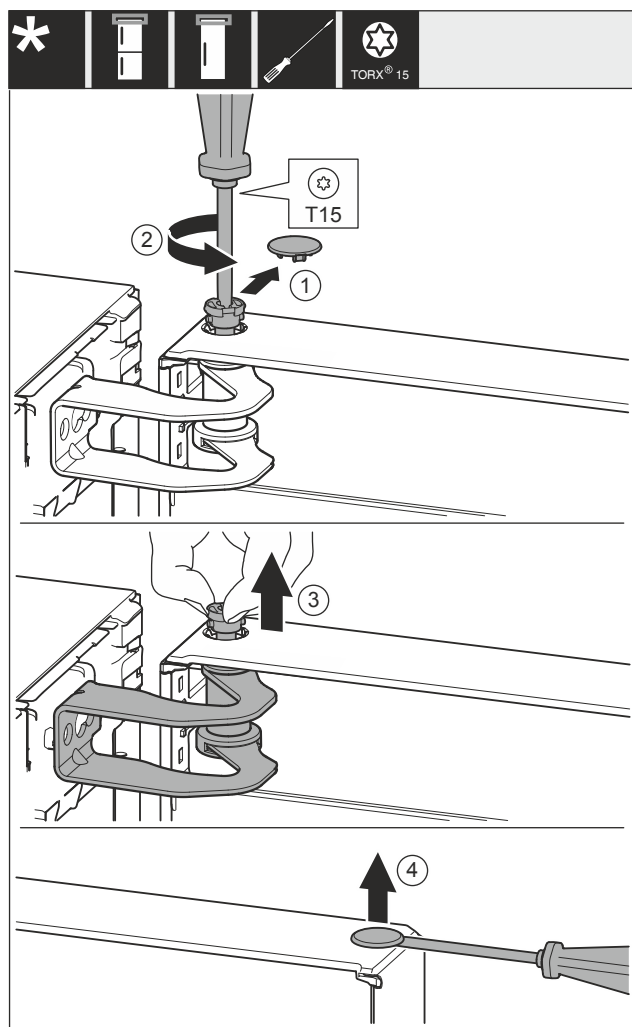

Fig. 24
- Pokrov Fig. 24 (1) previdno odstranite.
- Sornik Fig. 24 (2) nekoliko odvijte z izvijačem.
- Izvlecite sornike Fig. 24 (3) s prsti.
- Pokrov Fig. 24 (4) previdno dvignite z izvijačem in jih odstranite.